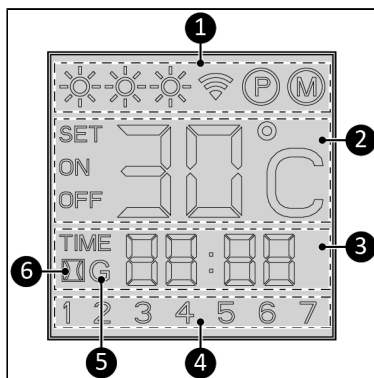

Figura 5
Afișarea stării (Figura 5, poz. 1):
Indicarea temperaturii (Figura 5, poz. 2):
Indicarea timpului (Figura 5, poz. 3):
- Ora este afișată în format de 24 de ore. Indicarea zilei (Figura 5, poz. 4):
Indicarea conexiunii Wi-Fi (Figura 5, poz. 5):
Sistemul de detectare a ferestrelor deschise (Figura 5, poz. 6):